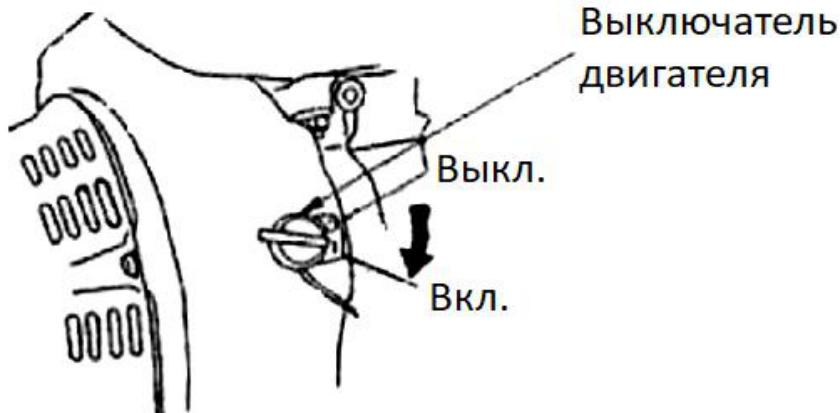

Рисунок 14
- 6.4 Переведите переключатель двигателя в положение "ВКЛЮЧЕНО" (рисунок 14)